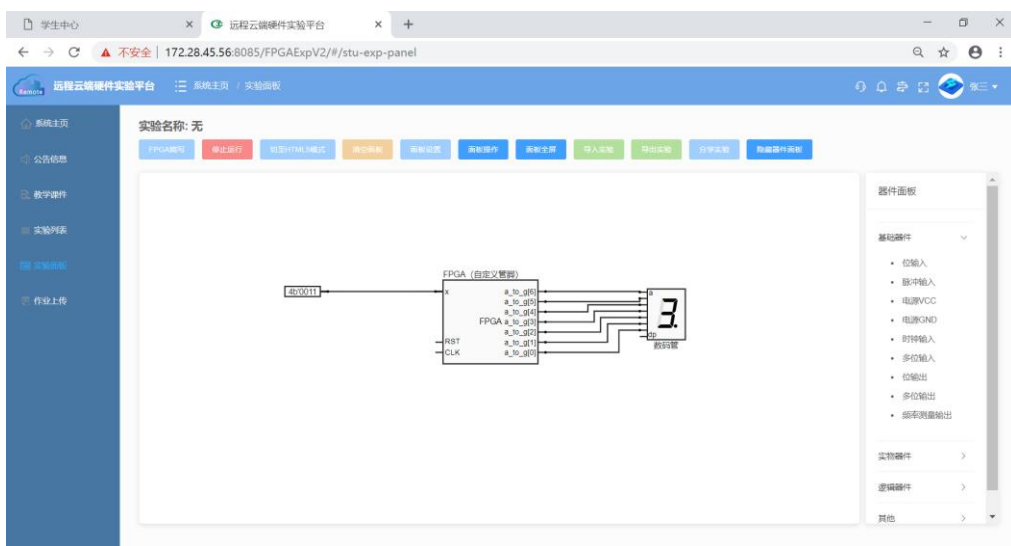

图 1-51 运行实验
(2). 在实验图纸上方的功能栏中单击“运行实验”，进行上板验证，如图 1-51 所示。可以看出，当输入为 3 时，七段数码管上也显示出 3 字样，与预想一致。可以更改多位输入器件的值，对所设计的七段数码管显示译码器的功能进行进一步验证。